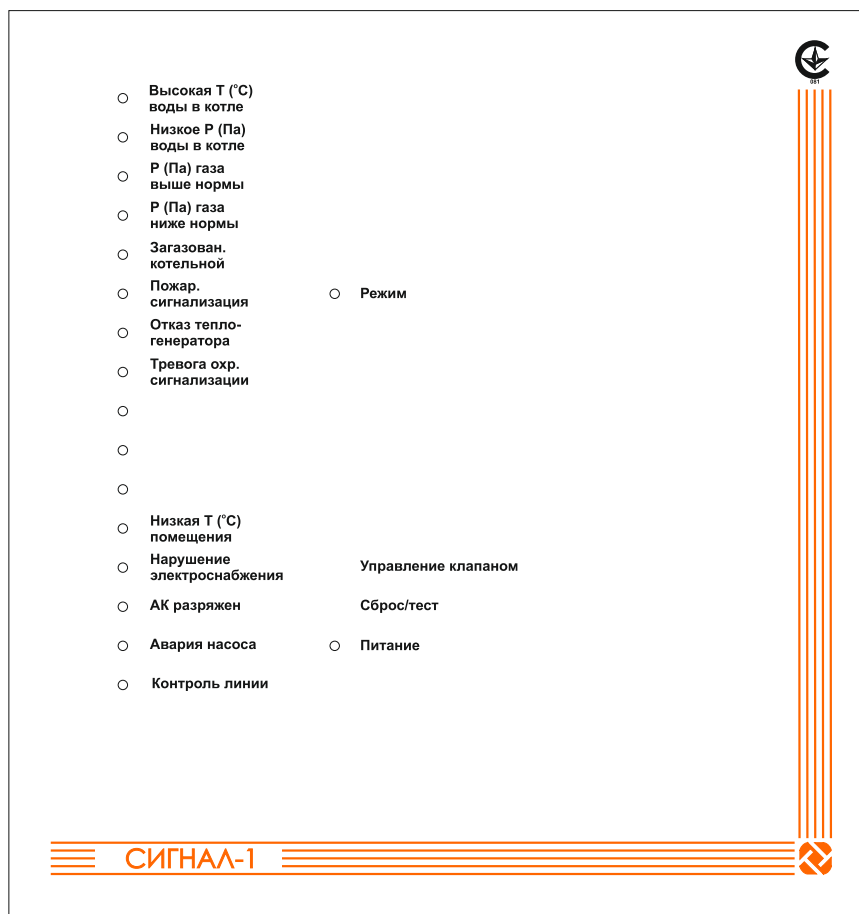

Рис. 1
4.1 На внутренней стороне передней крышки и задней стенке металлического бокса находится рисунок, изображающий элементы коммутации и управления, которые определяют режим работы изделия. Вид рисунка изнутри приведен в Приложении В, Г к данному руководству (смотри Рис.1 для комплекта пультов «СИГНАЛ-1 - 2»).